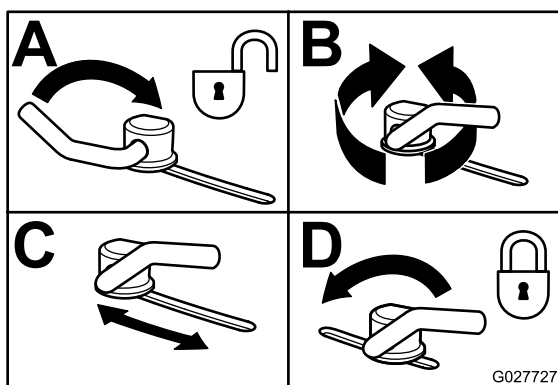

Figure 32
3. Pour régler les verrous à came, soulevez le levier pour desserrer le verrou (**Figure 32**).
5. Repoussez le levier à sa position d'origine pour serrer le déflecteur et les verrous (**Figure 32**).